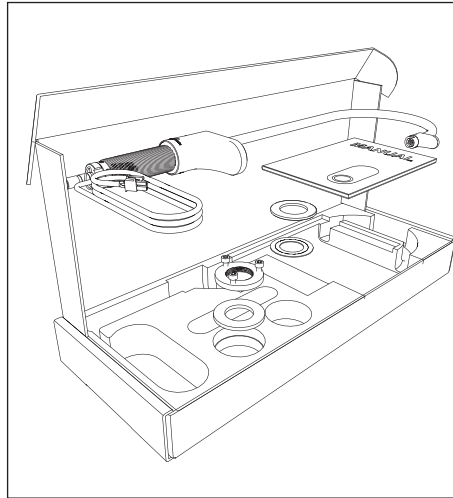

Abb. 3.1 Verpackungsinhalt Wasserhahn
3.1 Verpackungsinhalt Wasserhahn (s. Abb. 3.1).